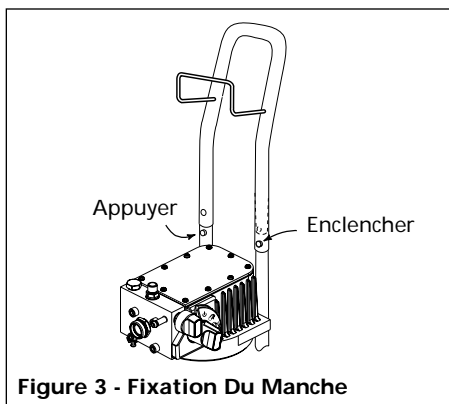

Figure 3 - Fixation Du Manche
4. Glisser le manche sur la charrette en appuyant sur les fermoirs de retenue en poussant sur le manche. S'assurer que les fermoirs de retenue s'enclenchent dans les trous de manche. Le dévidoir à tuyau doit être en face de la pompe (Voir Figure 3).